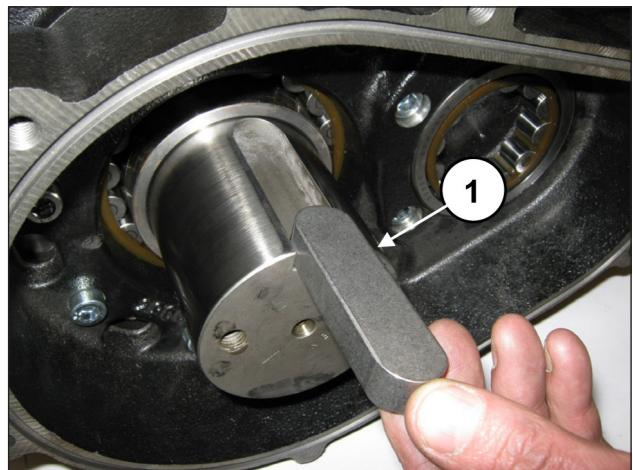
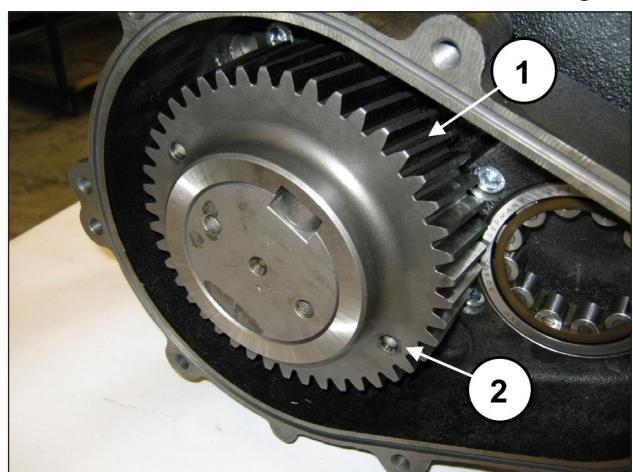

Fig. 76
Fig. 77
Monter la clavette 22x14x80 dans le logement du vilebrequin (rep. ①, Fig. 76) et monter la couronne sur le vilebrequin (rep. ①, Fig. 77).
Monter la couronne en s'assurant que les deux trous M8 (à utiliser pour l'extraction) sont orientés vers l'extérieur de la pompe (rep. ②, Fig. 77).